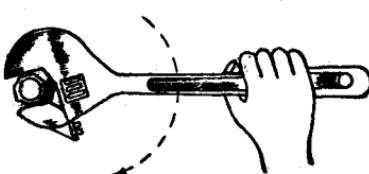

图1-3 活口扳手的使用要领
2. 活口及猴头扳手的活爪颈或导环比较单薄，为避免折断，使用时应按照图1-3所示的方法去扳转，让可动部分（活爪与导环）承受推力，固定部分承受拉力，这样使用扳手才安全。此外，握持扳手的姿势要正确，注意使手臂与扳手体成一直角（这一角度是扳转扳手最有效的角度）。若用推的姿势旋松或旋紧时，握持须使五指并拢，以掌下部吃力，不要用满把握的方法，不然很容易将手的虎口处挤伤。